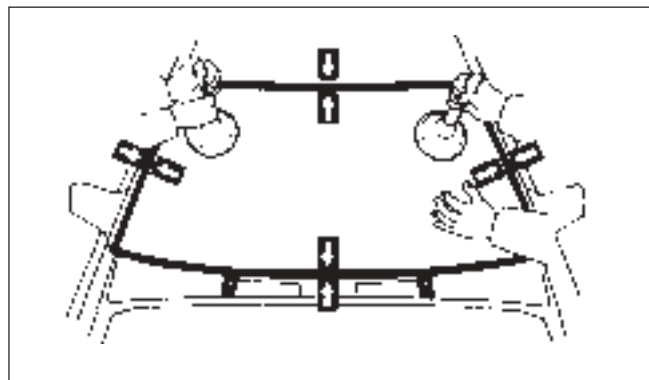

Fig. 9 Montarea parbrizului
- 4) Geamul parbrizului pe vehicul, cu ajutorul încă unui tehnician. Asigurați-vă că geamul este bine centrat în locașul său. Se folosesc ventuze pentru a ușura montarea (fig. 9).
- 2) Geamul din spate, cu ajutorul unui alt tehnician. Asigurați-vă că geamul este centrat în locașul său. Folosiți ventuze pentru a ușura montarea (fig. 9).
- 2) Geamul haionului pe vehicul, cu ajutorul unui alt tehnician; asigurați-vă că geamul este corect poziționat în locaș. Se folosesc ventuze pentru a ușura montarea (fig. 9).